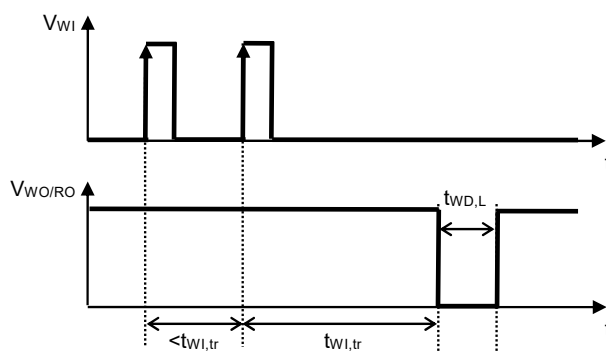

図9 ウォッチドッグトリガ時間
*1. ウォッチドッグタイマがタイムアウトを検出した後、WO / RO端子が "L" を継続する時間 (図9参照)。この値は C_{DLY} で変更可能です。
*2. ウォッチドッグタイマがトリガの検出を開始してから、タイムアウトを検出してWO / RO端子出力が "L" に変化するまでの時間 (図9参照)。この値は C_{DLY} で変更可能です。